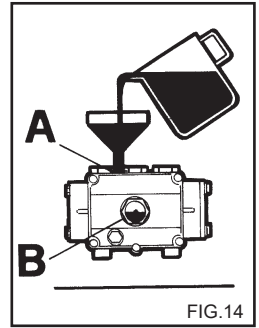

FIG.14
- 4) Закрутите пробку отверстия для слива масла, залейте новое масло через верхнее отверстие (рис. 14А) до уровня, указанного в смотровом окошке (рис. 14В).